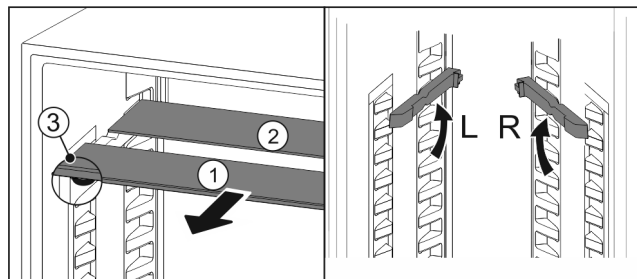

Fig. 37
- estrarre i ripiani di vetro singolarmente tirando in avanti Fig. 37 (1).
- ▷ Il piano in vetro Fig. 37 (1) con il motivo ornamentale è nella parte anteriore.
- ▷ I fermi Fig. 37 (3) sono rivolti verso il basso.